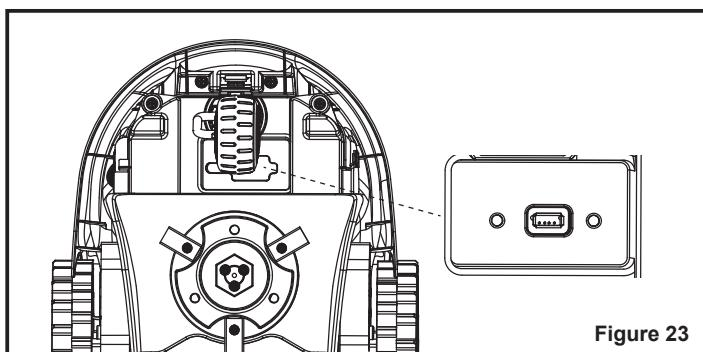

Figure 23
3. Retournez la tondeuse. Portez des gants de protection et ouvrez le capuchon en caoutchouc du port USB pour révéler le port USB (Figure 23).